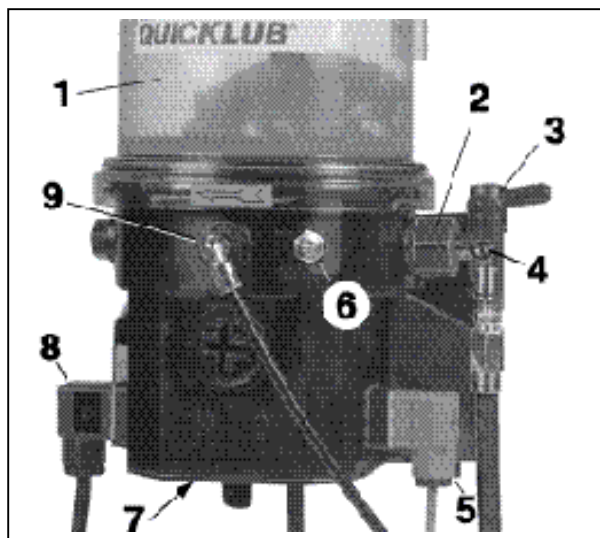

Рис. 2: - Детали насоса
- Если ёмкость пуста, то возможно подключение потенциально свободного контакта к контрольной лампочке (Колодка подключения 5, Рис. 2)